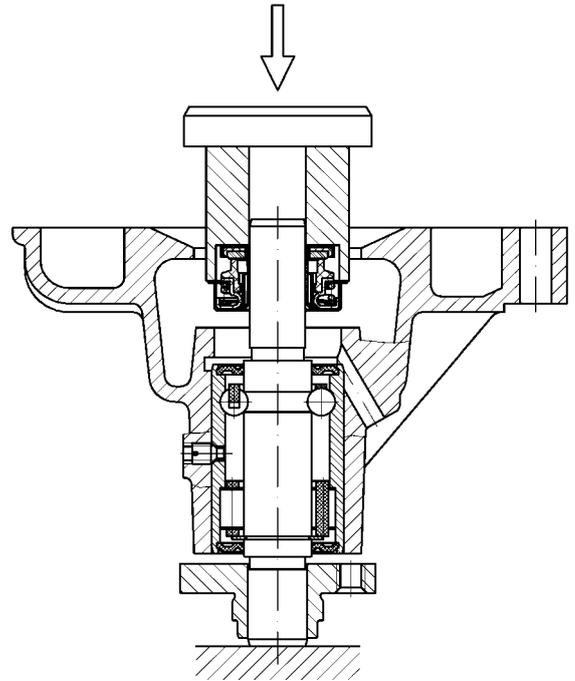
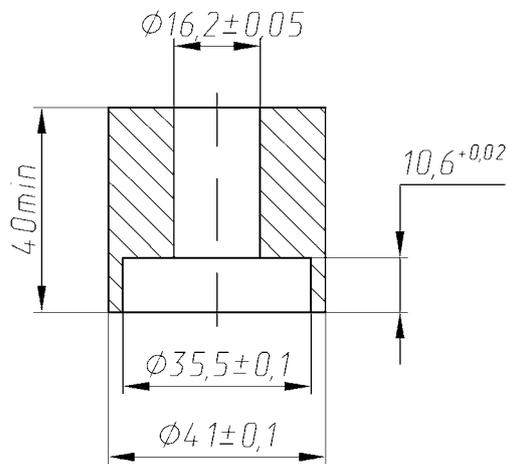

Рис.93. Запрессовка уплотнения водяного насоса
Рис.94. Оправка для запрессовки уплотнения
- с помощью оправки запрессовать уплотнение на вал подшипника и в корпус насоса, не допуская перекоса (рис.93). Для запрессовки уплотнения использовать оправку (рис.94), с помощью которой обеспечивается необходимое сжатие пружины уплотнения;